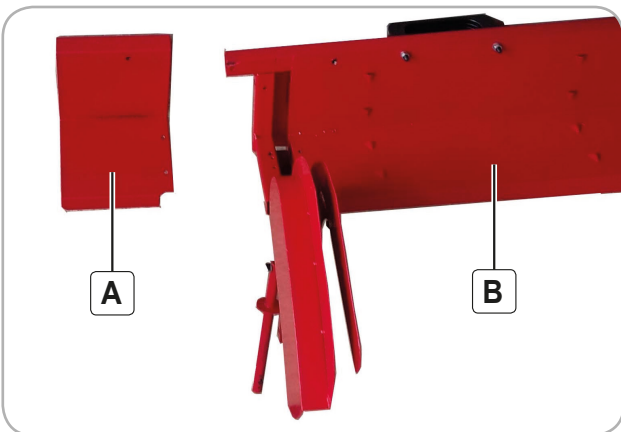

Fig.8
- **Montarea extensiei mesei de lucru (Fig.8)**
Montați Extensia mesei de lucru (A) cu Masa de lucru cu picioare (B) prin intermediul a 2 suruburi M6x12, cu 2 șaibe plate Ø6 (vezi Fig. 8).
- **Montarea Picioarelor de sprijin cu masa de lucru cu Picioarele de sprijin cu motor(Fig.8)**